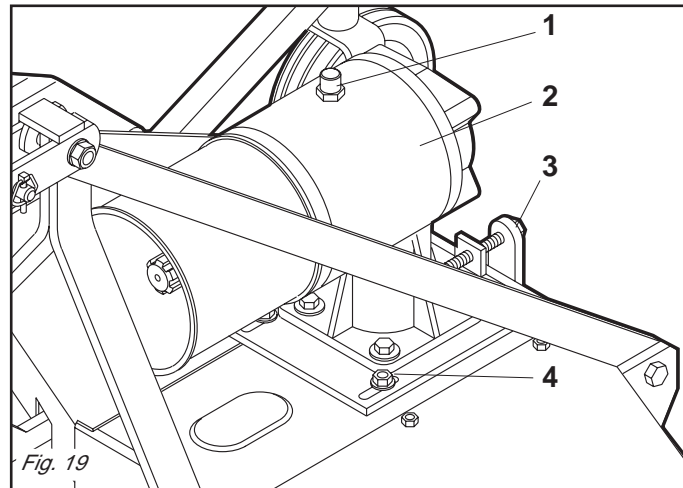

Fig. 19
Se le cinghie risultassero usurate o rotte, sostituirle con cinghie nuove operando sempre tramite la vite di registro (3 Fig. 19) operando nel seguente modo:
- Allentare le quattro viti che fissano la scatola ingranaggi alla macchina (4 Fig. 19);
- Dopo avere allentato il controdado, svitare completamente la vite di registro (3 Fig. 19);
*If the belts are worn or torn, replace them by means of the adjuster screw (3 Fig. 19) and by proceeding in the following way:*
- *loosen the four screws that fix the gearbox to the machine (4 Fig. 19);*
- *loosen the check nut and completely unscrew the adjuster screw (3 Fig. 19);*
Sollten die Keilriemen verschlissen und gerissen sein, müssen sie durch neue ersetzt werden, wobei man immer die Nachstellschraube (3 Abb. 19) benutzt und folgendermaßen vorgeht:
- Die vier Schrauben lockern, die das Getriebegehäuse an der Maschine befestigen (4 Abb. 19).
- Nach dem Lockern der Gegenmutter die Schraube (3 Abb. 19) zum Einstellen der Riemenspannung ganz herausdrehen.
*Si les courroies sont usées ou cassées, les remplacer par des courroies neuves en intervenant sur la vis de réglage (3 Fig. 19) de la manière suivante:*
- *Desserrer les quatre vis de fixation de la boîte à engrenages à la machine (4 Fig. 19).*
- *Après avoir desserré le contre-écrou, dévisser totalement la vis de réglage (3 Fig. 19).*
Si las correas resultan gastadas o rotas cambiarlas con nuevas, operando siempre con el tornillo de regulación (3 Fig. 19) operando del siguiente modo:
- aflojar los cuatro tornillos que fijan la caja engranajes a la máquina (4 Fig. 19);
- luego de haber aflojado la contratuerca, desenroscar completamente el tornillo de regulación (3 Fig. 19);